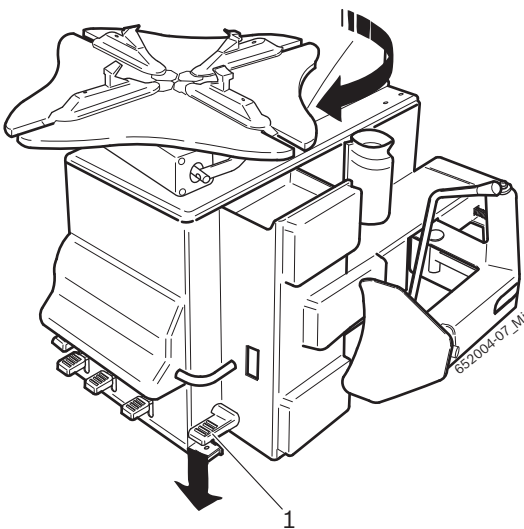

Fig. 2: Contrôle du sens de rotation
**!** Pour le fonctionnement normal du TCE 4335, il est fondamental que, lorsqu'on appuie sur la pédale indiquée sur la Fig.2 (1), le sens de rotation de la bride de serrage s'effectue dans le sens des aiguilles d'une montre.